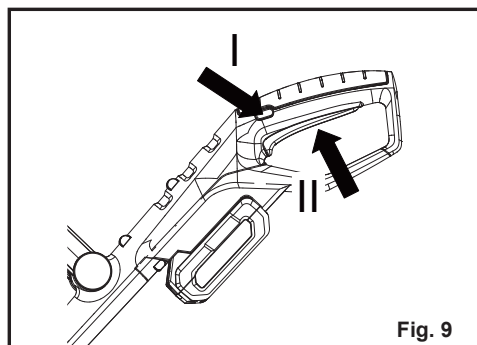

Fig. 9
2. Appuyer sur l'interrupteur de verrouillage de la poignée principale et le maintenir en position. Appuyez sur l'interrupteur marche/arrêt pour mettre le trimmer en marche (Fig. 9). Une fois en marche, relâchez l'interrupteur de verrouillage.